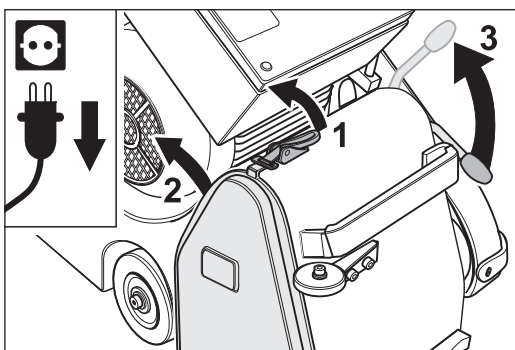

Abb. 35 Den Deckelverschluss öffnen (1) und das Abdeckblech entfernen (2). Den Bedienungshebel am Aggregat hochziehen (3) und dadurch die Spannwalze absenken.
- 3 Öffnen Sie den Deckelverschluss (Abb. 35, 1) und nehmen Sie das Abdeckblech an der rechten Seite des Maschinengehäuses ab (Abb. 35, 2).
- 4 Vor dem Wechsel muss das Schleifband entspannt werden. Zum Entspannen des Schleifbands ziehen Sie den Bedienungshebel des Aggregats nach oben (Abb. 35, 3). Dadurch wird die Spannwalze abgesenkt.